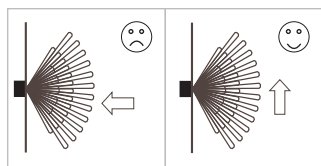

Fig. 2
- Evite que el movimiento sea directo hacia el detector, ya que éste es menos sensible que si el movimiento es transversal (Fig. 2).
- Avoid direct movement toward the detector, since it is less sensitive than if the motion is transversal (Fig. 2).